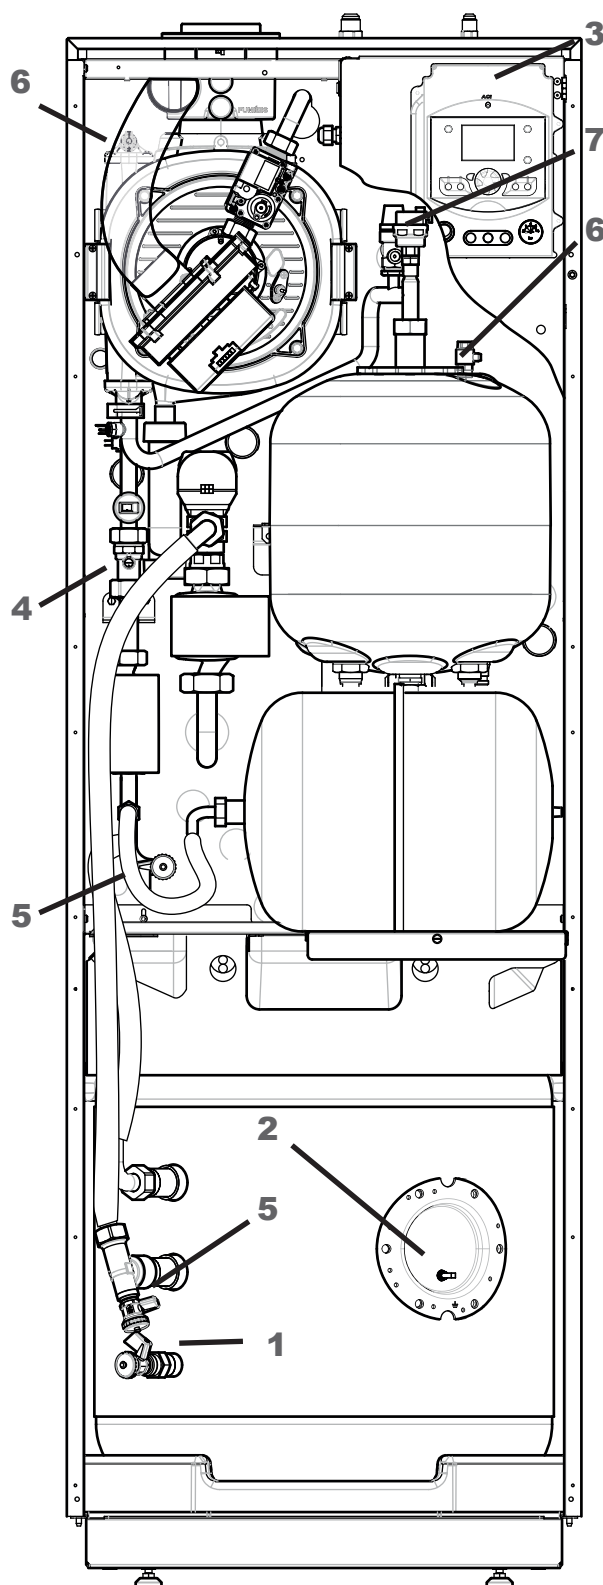

fig. 59 - Vidange du module hydraulique et/ou du ballon sanitaire
- Débrayer le clapet antiretour (rep. 4, *fig. 59*).